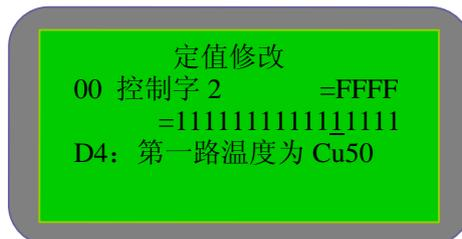

图 5-2-1A
- 1) 定值修改：在定值菜单中选择“定值修改”进入定值修改界面，如图 5-2-1A，输入方法如下：用下划线“_”标注编辑位，可通过按“左移”键或“右移”键移动来选择要编辑的位。编辑位的值可通过按“上移”键或“下移”键改变修改各定值。（其它数据的输入方法与此相同，此处不再一一说明）。修改结束后按“确认”键确认。若修改完后按“退出”键则恢复原值。按 2 次“退出”键到发送定值界面，发送成功后固化定值，需要输入密码为“8888”。固化成功后，直接返回循环显示，并有报文显示定值修改成功。